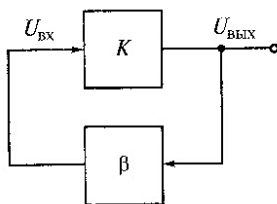

Рис. 8. Схема автогенератора
29. В автогенераторе, схема которого приведена на рис. 8 фазовый сдвиг усилителя равен φ . Фазовый сдвиг звена обратной связи равен ψ .